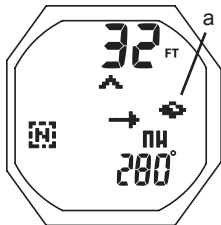

Fig. 154 - NORTH OP MAIN
**North OP Main**, information includes (Fig. 154) -